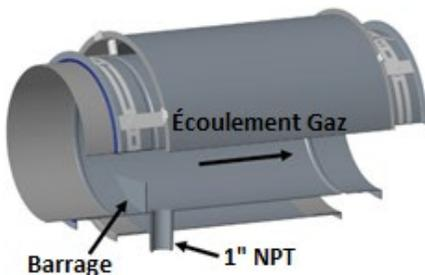

Figure 9 - Longueurs de Drainage Horizontale (HDL)
1. La Longueur de Drainage Horizontale est équipée d'un raccord de 1" (25mm) NPT, qui est fixé à la conduite intérieure et s'étend à travers la paroi extérieure pour fournir un chemin pour vidanger, condenser ou l'eau de la cheminée. Voir la figure 9.
3. Le HDL est destiné à être utilisé à la fin d'une portion horizontale du système, où l'accès et le drainage sont nécessaires (voir Figure 9).